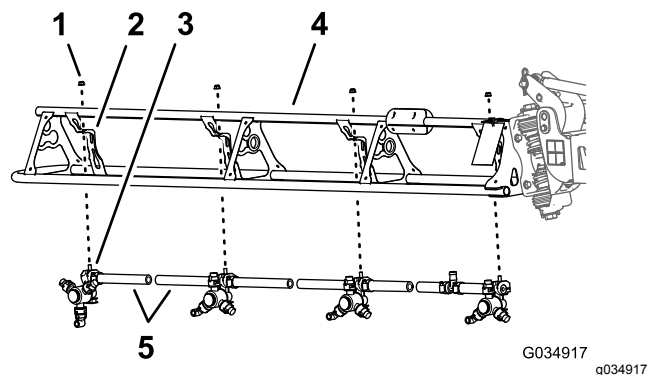

図 67
1. 右または左ブームで、2つのノズルの間でホースを切断する 図 67。
2. ノズルをノズルサポートに固定しているフランジロックナット5/16"を外す 図 67。
5. センターブームで、2つのノズルの間でホースを切断する 図 67。